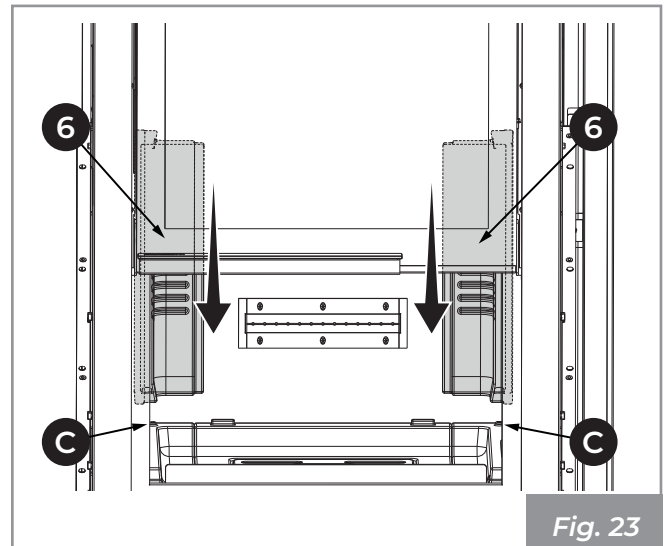

Fig. 23
- 7) Placer les plaques angulaires réfractaires (6) dans la chambre de combustion et les faire délicatement glisser doucement en position, en les centrant avec les protubérances (C) présentes à la base en réfractaire (Fig. 23).